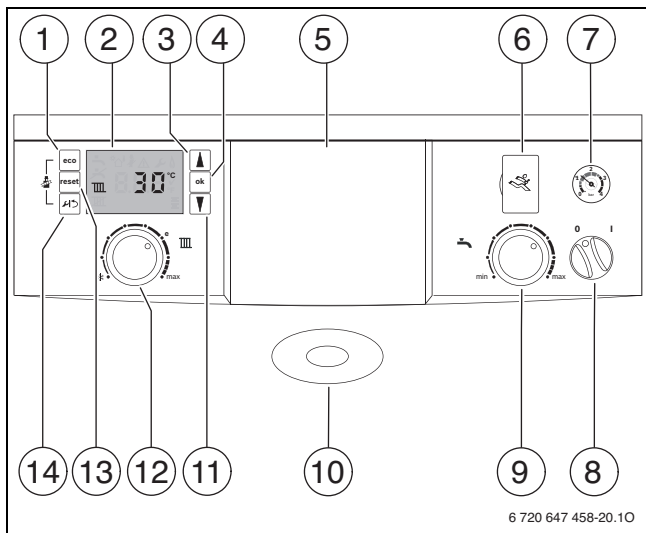

Fig. 5 Elementos de manejo
- aparato de regulación y control de la calefacción por condiciones atmosféricas incorporado en el aparato, → imagen 5, [5].